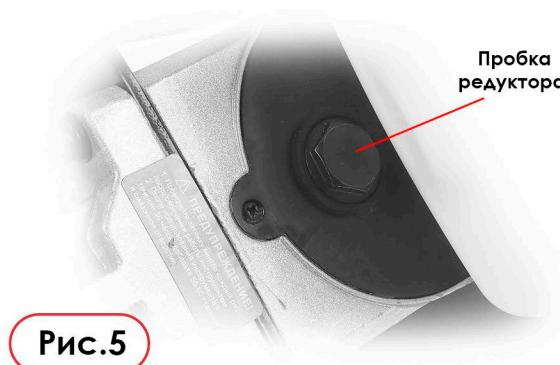

Рис.5
1. Копер имеет естественный расход смазки ударного механизма! При заводской сборке в ударный механизм заложена смазка, которой достаточно для 36 часов работы! По прошествии указанного времени оператор самостоятельно добавляет в ударный механизм 50-60 гр. пластичной высокотемпературной смазки типа «Литол». Для внесения смазки необходимо открутить пробку редуктора (Рис. 5) и добавить в него необходимое количество смазки.